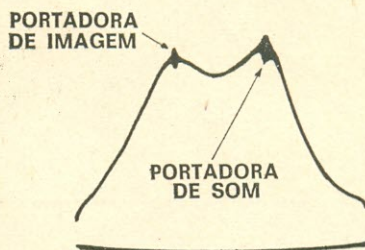

FIG. 3 — Curva com marcas nos pontos da portadora de imagem e da portadora de som.
2) **Largura de faixa do estágio amplificador de R.F.** — Esta só pode ser determinada com precisão através do emprêgo de marcas (Fig. 3). O gerador de marcas pode fazer parte do gerador de varredura ou pode constituir um instrumento independente.